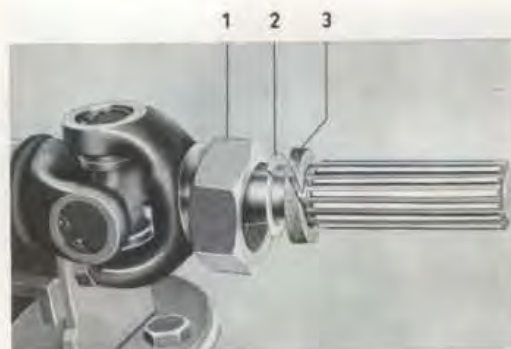

Bild 18. Låsmutter för stödlager, tid. utf.
2. Sätt mutter, bricka och filtpackning på splinesaxeln, om muttern är av utförande enligt bild 18. Vid utförande med gummibalg kan den direkt skruvas på främre kardanaxeln. Glöm ej låsbrickan. Smörj splinesaxelns glidytor med ett tunt lager fett blandat med molybdendisulfid. Montera samman främre och bakre kardanaxeln. Vid hopsättningen är det viktigt att gaffeln på främre kardanaxeln och gaffeln på splinesaxeln kommer i samma plan, se bild 2–4.